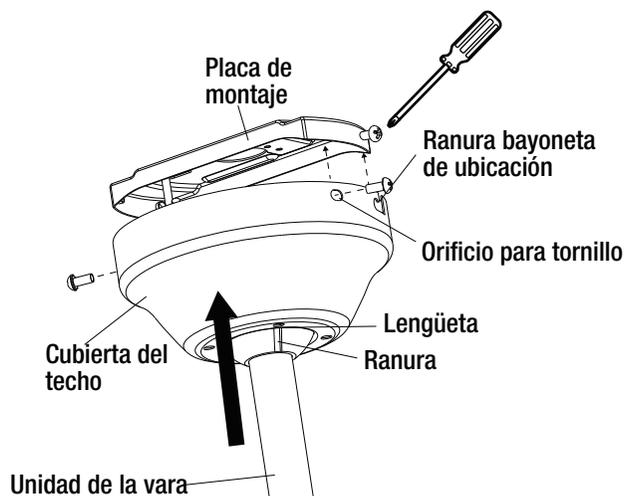

Figura 9
- Una vez realizadas las conexiones eléctricas, quite el ventilador del gancho. Deslice la cubierta del techo hacia arriba de la vara, asegurándose de que la ranura de la junta de rótula se enganche con la lengüeta de orificio de entrada de la cubierta del techo. Deslice las ranuras bayoneta en la cubierta del techo, sobre los tornillos en cada extremo de la placa de montaje y asegúrelas con los cuatro tornillos incluidos (Figura 9).